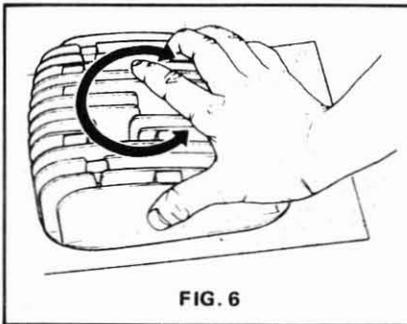

FIG. 6
Un léger défaut de planéité peut être rattrapé en rodant la culasse sur une surface parfaitement plane enduite de pâte à roder fine ou couverte d'une toile émeri ou de papier à poncer à grains fins (400) et tendue (fig. 6). Roder la culasse, selon un mouvement en 8. Parfaitement nettoyer la culasse après cette opération.